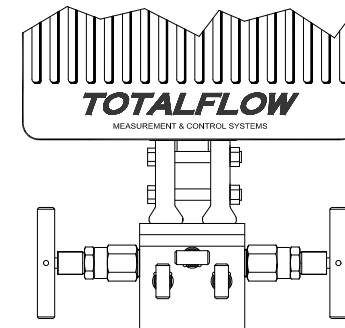

Figure 3 (installation de manifold type)
5. Installez le manifold au dessous du μ FLO. L'unité μ FLO peut être commandée avec le flux passant de la gauche vers la droite ou de la droite vers la gauche; vérifiez la direction du flux en consultant l'étiquette du transducteur qui présente un signe (+) et un signe (-). Le signe plus (+) indique le côté élevé (côté amont), le flux va donc de (+) à (-). Pour les manifolds à installation directe, la direction est très importante. (Voir la figure 3 pour une configuration manifold type.)